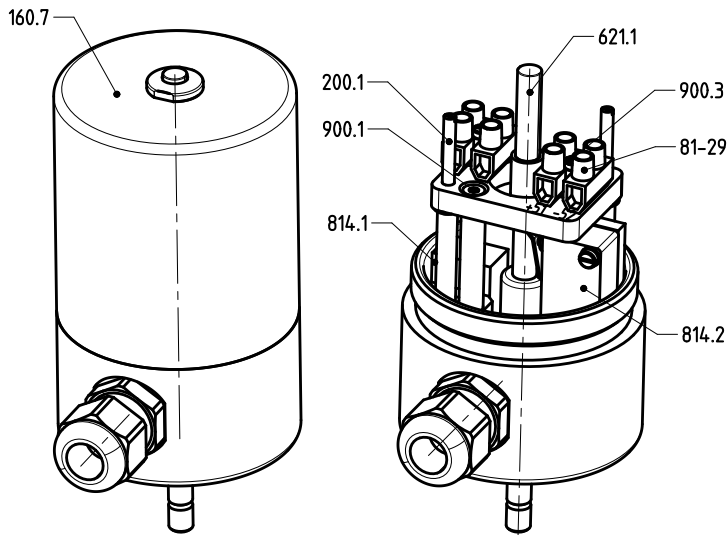

Figura 15: Montaje del indicador de posición
1. Desatornillar la tapa [160.7] (figura 15).
2. Desatornillar la tapa [160.7] (figura 15).
4. Desenroscar la tapa [160.7] (figura 15, capítulo 8.3).
10. Volver a atornillar los bornes [81-29] (figura 15, capítulo 8.3).